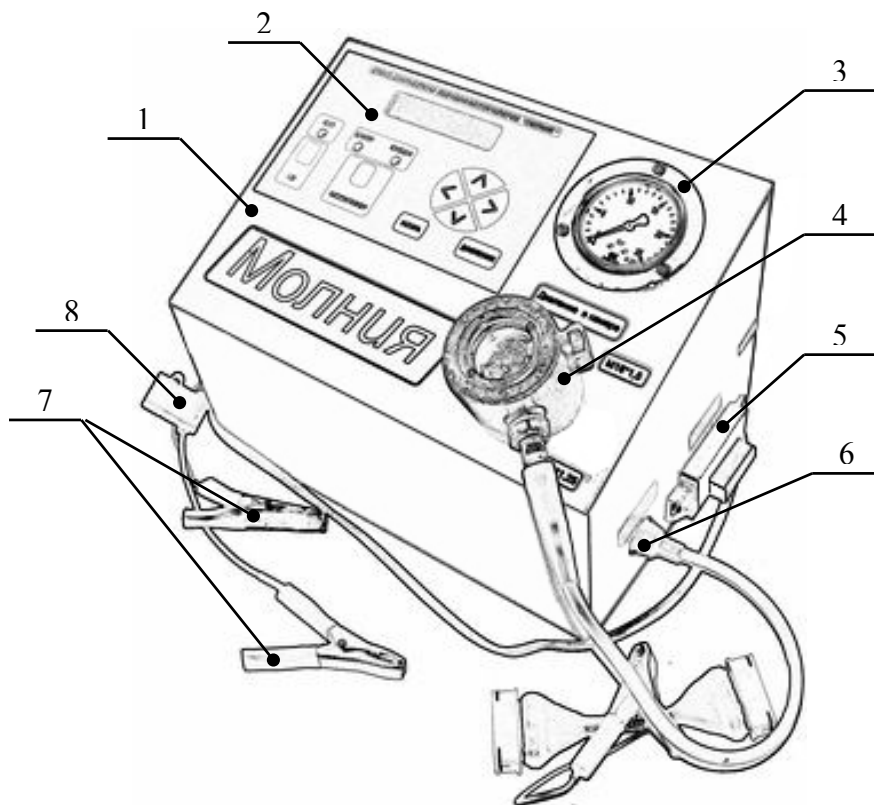

Рис. 1. Внешний вид стенда “Молния”
5. Кнопка **Коммутатор** для выбора работы с встроенным в стенд коммутатором или внешним коммутатором, подключённым через разъём (5 рис. 1) на правой боковой панели стенда. В версии МОЛНИЯ-К кнопка **Коммутатор** используется для выбора режима работы с встроенным и внешним коммутатором, а так же для выбора режима проверки модуля системы зажигания.
1. Аккуратно и до ощутимого упора вверните эталонную свечу в соответствующее отверстие в камере высокого давления (4 рис. 1) и подключите к ней высоковольтный провод от встроенной в СТЕНД катушки зажигания. В дальнейшем эта свеча в проверке модуля не участвует и нужна для защиты встроенной катушки от возможного пробоя.
3. Используя кабель переходник, подключите проверяемый модуль системы зажигания к разъёму (5 рис. 1) расположенному на правой боковой панели стенда.